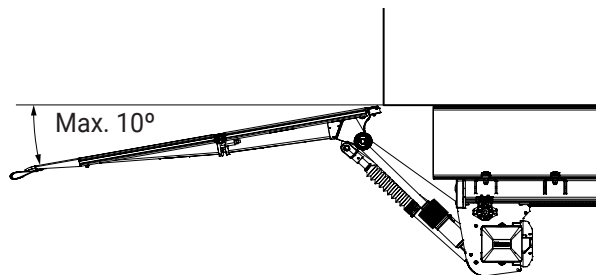

Bild 32. Nedtiltningsvinkel ska justeras till max 10°
8. Tilta ner bryggan till max. 10° under horisontalplanet. Se Bild 32.